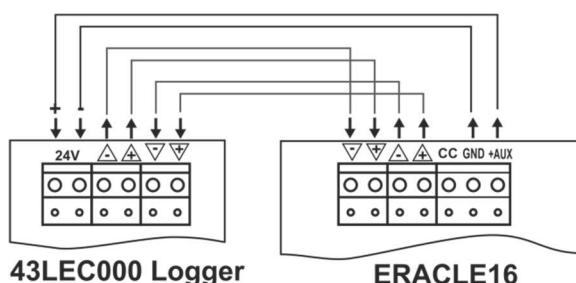

Figura 2 (a) – Collegamento del modulo 43LEC000 a ERACLE 16
4. Collegare il dispositivo al pannello di controllo ERACLE 16, come mostrato nella Figura 2 (a), utilizzando il cavo di collegamento in dotazione.
5. Posizionare il ponticello per conservare l'ora e la data impostate - vedi pos. 6 del punto 4. Elementi di 43LEC000.